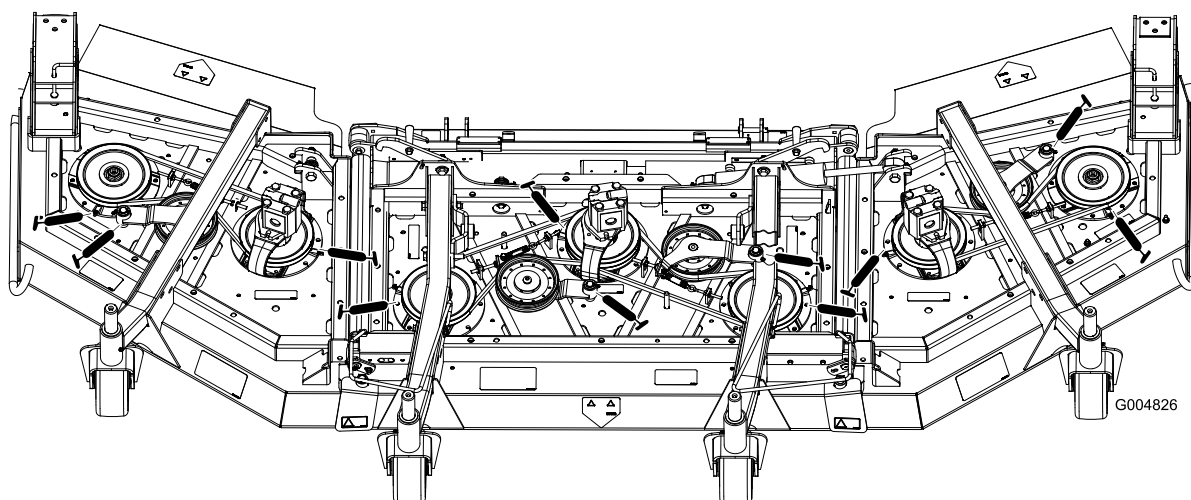

Figura 45
- Cuscinetti dell'asse del perno (3) (Figura 45)
- Boccole del perno del braccio di rinvio (Figura 45)